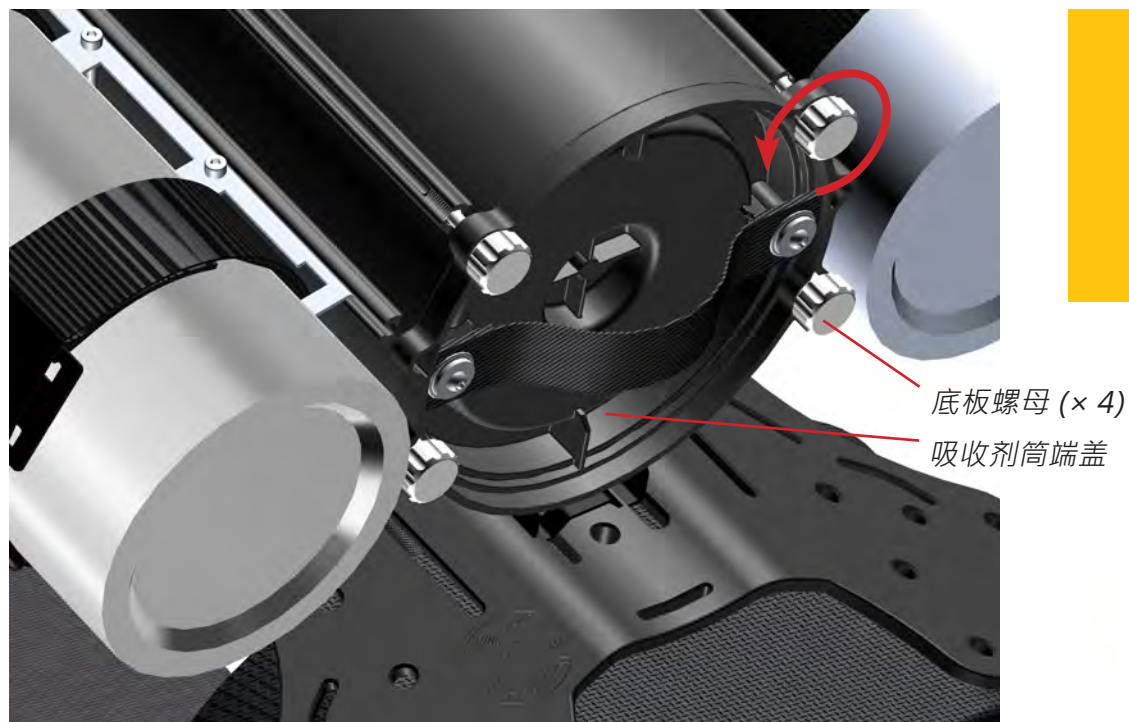

图 1-48. 松开连接底板的手动螺母。
由于二氧化碳的产生速率与氧气消耗密切相关，波塞冬 MKVI 的设计可使二氧化碳吸收剂筒的时长与氧气瓶容量对应。因此，重新充装氧气瓶时，必须更换吸收剂筒。要拆卸用过的吸收剂筒，松开吸收剂筒筒套底部的全部四个 (4) 手动螺母，使之能够自有旋转（无需使用工具；见图 1-48）。